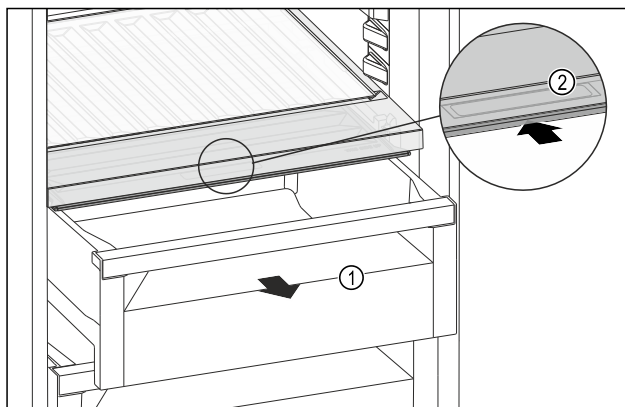

Fig. 196
- Tërhiqni jashtë sirtarin Fig. 196 (1).
- Kapni dorezën e futur Fig. 196 (2) në kapakun e ndarjes dhe në të njëjtën kohë shtyni për prapa kapakun e ndarjes.